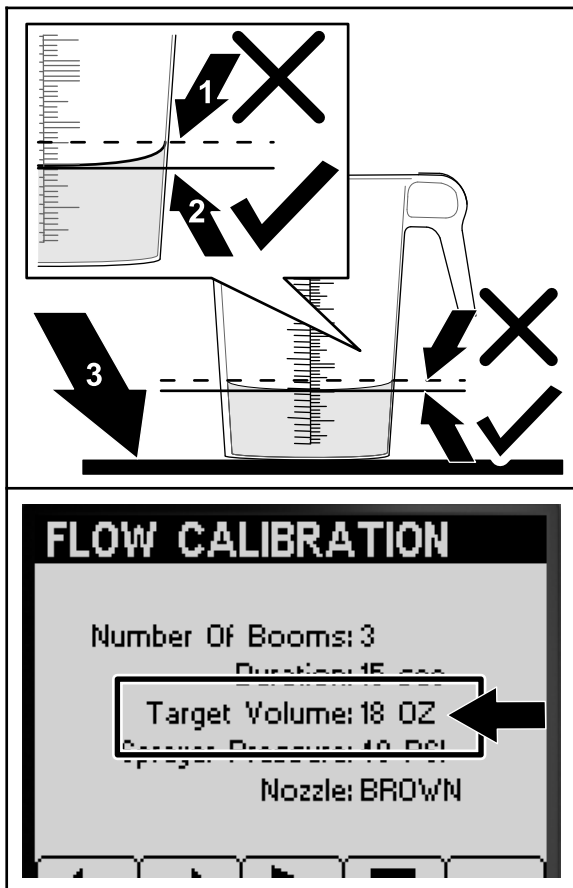

Bild 52
6. Stellen Sie den Behälter mit der Skala auf eine ebene Fläche und notieren Sie das Flüssigkeitsvolumen (Bild 52).
7. Vergleichen Sie die Flüssigkeitsmenge im Fangbehälter mit Skala mit dem Sollvolumen, das auf dem InfoCenter-Bildschirm angezeigt wird (Bild 52).